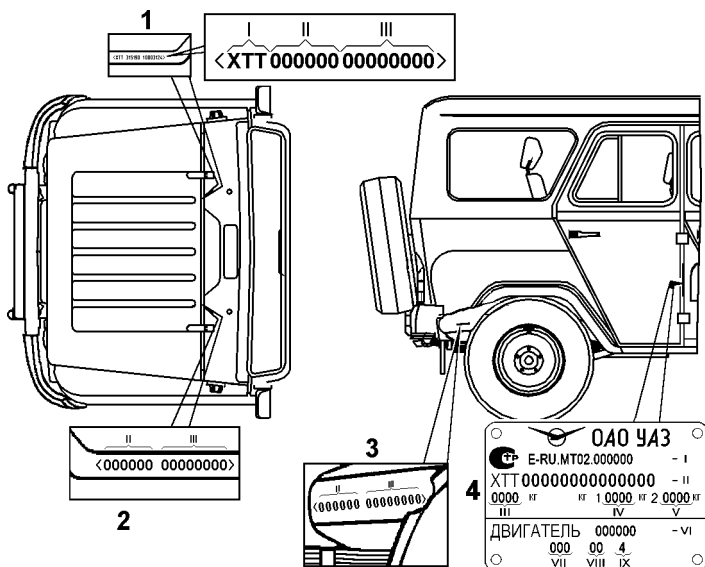

Рис. 1.3. Маркировка транспортного средства:
**Идентификационный номер транспортного средства** (рис. 1.3) выбивается на табличке заводских данных и на горизонтальном фланце верхней панели передка (под капотом, с правой стороны).
**Заводская табличка автомобиля** (см. рис. 1.3) расположена на центральной стойке боковины кузова с правой стороны автомобиля (в проеме задней боковой двери).
**Номер кузова** (см. рис. 1.3) выбивается на горизонтальном фланце верхней панели передка (под капотом, с левой стороны).
**Номер шасси** (см. рис. 1.3) выбивается на правом лонжероне рамы (в задней части).